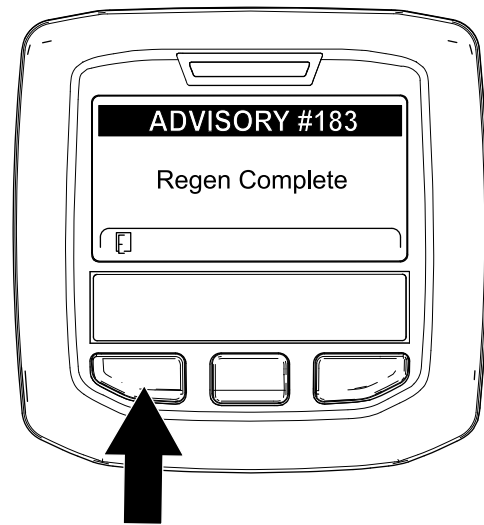

Figura 62
- Cuando el ordenador del motor finaliza una regeneración con la máquina aparcada o una regeneración de recuperación, el InfoCenter muestra ADVISORY #183 (Aviso n.º 183) (Figura 62). Pulse el botón de la izquierda para salir a la pantalla de inicio.